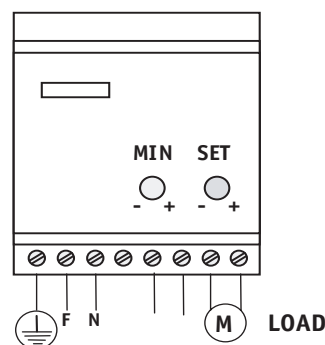

Рис. 7
- включить вольтметр между выводами LOAD (смотри рисунок 7) на электрической панели контроллера и, используя отвертку, вращать триммер MIN, пока не установится правильное напряжение, величины которого в зависимости от модели приведены в нижеследующей таблице: